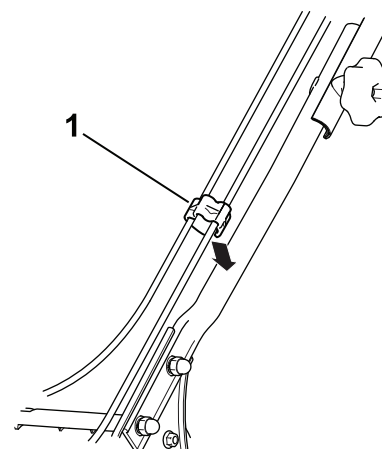

Bild 5
3. Stecken Sie die Kabel in die Kabelklemme und befestigen Sie den Kabelclip am Holm, wie in Bild 5 abgebildet.